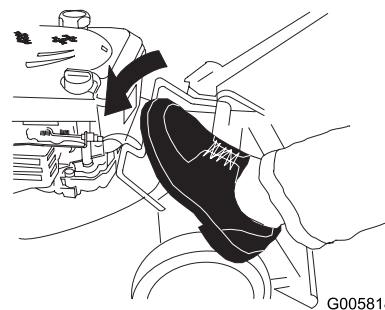

Figure 45
2. Appuyez sur le levier de déblocage du guidon avec le pied (Figure 45).